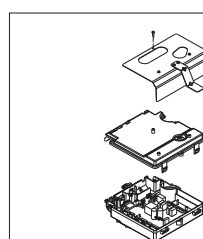

fig. 2
- ter acesso à placa depois de retirar a tampa do terminal (fig. 2).
Para a desmontagem consultar as instruções indicadas a seguir: (fig. 1, fig. 2):